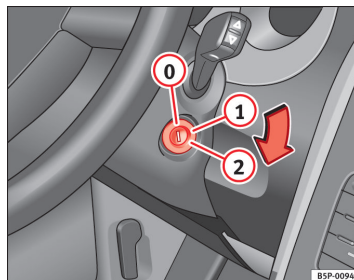

Fig. 117 Tændingsnøglen stillinger
I denne stilling ⇒ Fig. 117 er tændingen afbrudt og motoren standset, og rattet kan låses.
- Drej tændingsnøglen til stilling ⇒ Fig. 117 ①. Mens motoren forgløder, lyser kontrollampen ∅.
- Drej tændingsnøglen til stilling ② for at starte motoren, når kontrollampen ikke længere lyser – træng ikke på speederen.
- Drej tændingsnøglen til stilling ⇒ Fig. 117 .